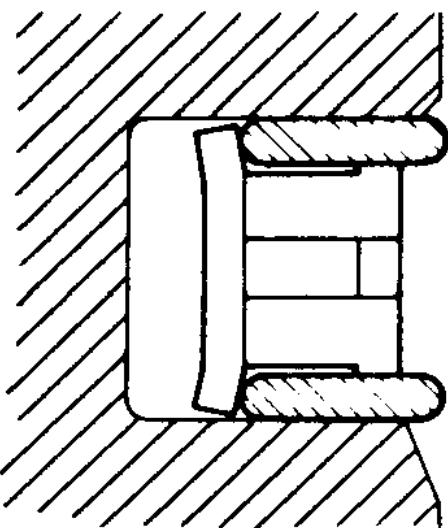
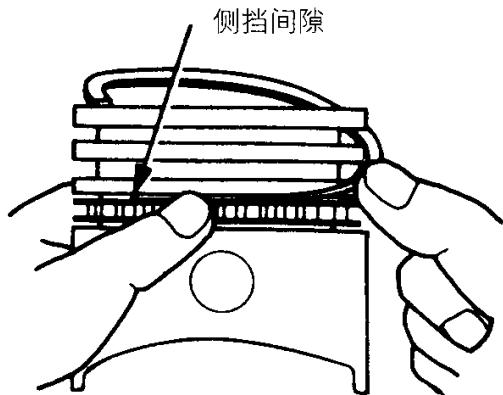

图 2-92 将油环撑挡装入活塞环槽
图 2-93 安装上下侧挡
(2) 安装油环时, 如图 2-92 所示, 将油环撑挡装入活塞环槽中。如图 2-93 所示, 安装上侧挡时, 先将侧挡的一端装入活塞环槽, 然后用手指将另一端压入到规定位置, 注意不能像安装活塞气环时用活塞环扩张器撑开侧挡开口, 这样会折断侧挡。用相同的方法安装下侧挡。检查确认侧挡在任何方向都活动灵活而平稳。注意侧挡和撑档可以两种方向进行安装。